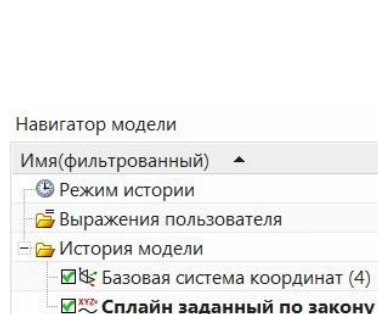
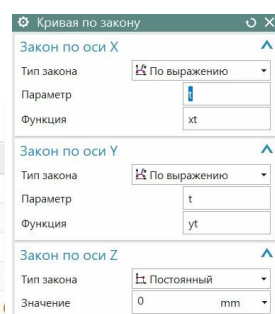
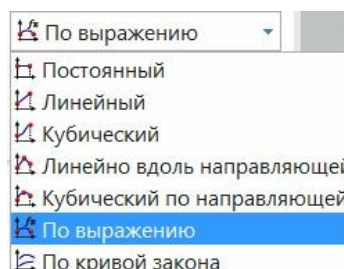

Рис.69
рис.70
рис.71
- Повторим, собственно построение кривой выполняется по команде «**Кривая по закону**» (рис.69). Чтобы кривая была плоской, состояние диалогового окна должно быть таким, как на рис.70: *координата Z постоянна, и равна нулю*. А, вообще, в окошке «**Тип закона**» можно выбирать опции из списка (рис.71).